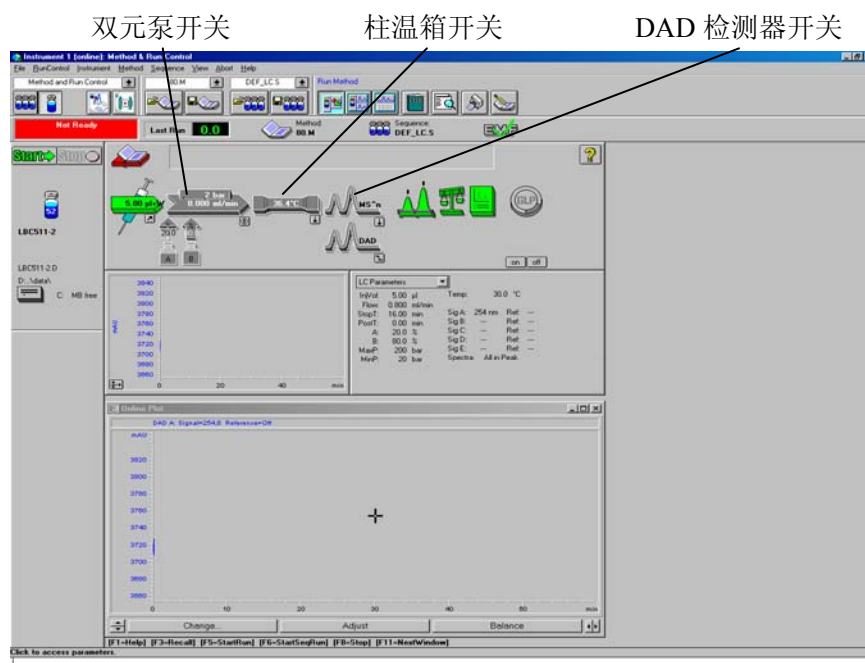

图 2 液质联机工作界面
- 1、用鼠标双击桌面上的 **LCMSD. BAT** 图标, 打开液质联机工作界面, 如图 2 所示。
- 图 2 的液质联机界面上，选择“File”，然后选择“Load Method”，选择一个液质联机的方法；将样品信息输入后，点击图 2 中的“Run”图标，就可以采集数据，进行分析了。